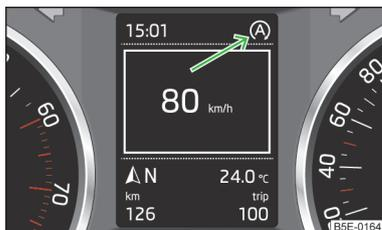

Abb. 143
Es erfolgt die automatische Motorabschaltung (STOPP-Phase). Im Display erscheint das Kontrollsymbol (A) » Abb. 143.
Es erfolgt die automatische Motorabschaltung. Im Display erscheint das Kontrollsymbol (A) » Abb. 143.